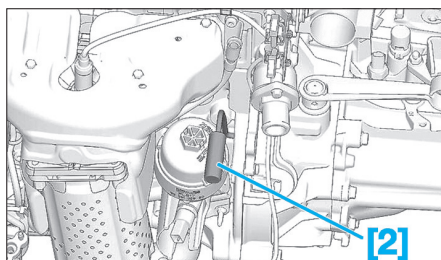

Fig. 10
- le volant moteur à l'aide de la pige [2] (Fig.10),